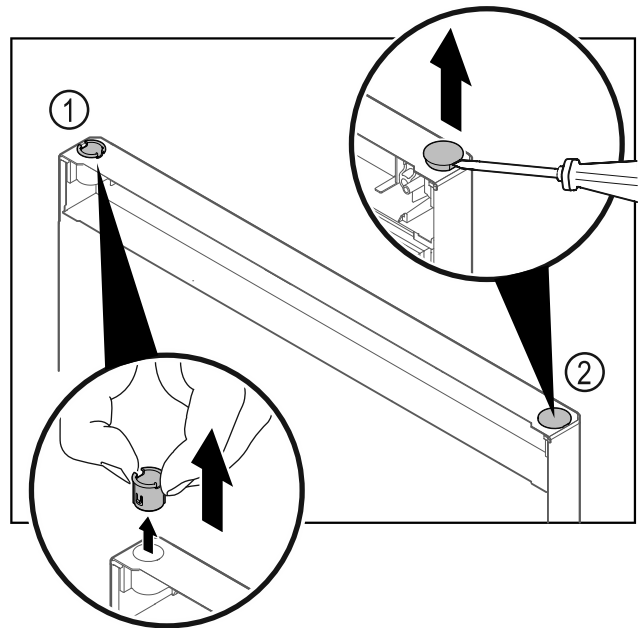

Fig. 14
- ▶ Scharnierbus Fig. 14 (1) met de vingers eruit trekken.
- ▶ Afdeksop Fig. 14 (2) voorzichtig met een sleufschroevendraaier optillen en eruit trekken.